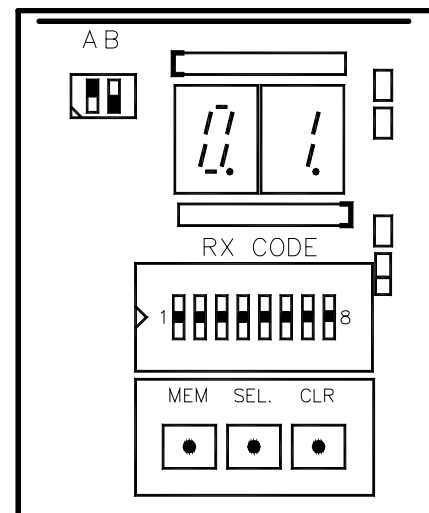

Fig.7
2. Togliere il coperchio della centrale e posizionare il dip-switch “S1/A” in alto, si accende il display indicando con “01” la prima zona da codificare, vedi fig.7.